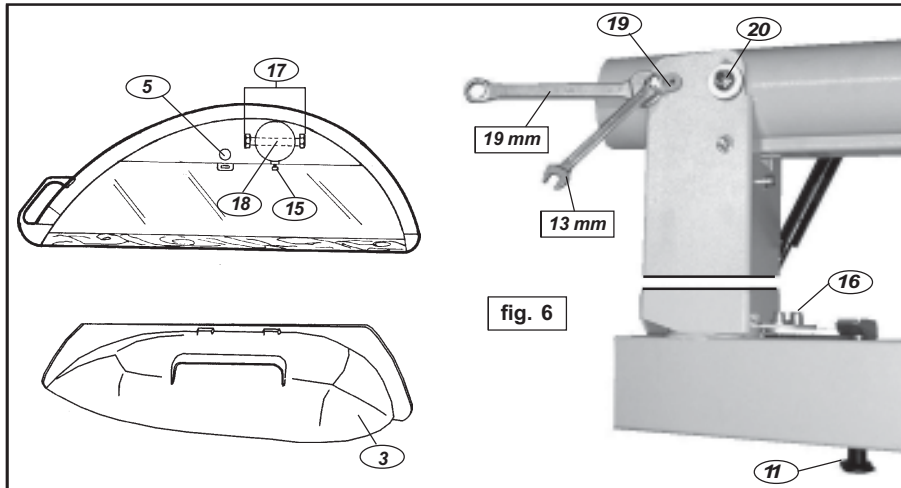

fig. 6
| 3- Costado ancho para cortes inclinados (fig.6) | 4- Agarradera para la regulación en altura |
La campana ha sido realizada con material que se puede transformar en viruta (compuesto por aluminio, nylon, policarbonato) de manera que eventuales contactos accidentales con el disco no provoquen daños. El costado izquierdo ha sido realizado con policarbonato transparente de 4 mm de espesor de modo que el disco sea visible durante la ejecución del trabajo. El costado derecho es fácilmente intercambiable con el costado ancho (3 - fig. 6), en dotación, para efectuar cortes inclinados. Para la sustitución, apretar el pulsador (5 - fig. 2) para desbloquear el costado estrecho. Introducir luego el otro costado que quedará automáticamente bloqueado en posición. Asegurarse de la estabilidad del enganche.
Para regular horizontalmente la campana aflojar el tornillo (19) de la fig. 6 (con una llave de 13 mm) y con una llave de 19 mm girar la placa (20) volviendo a bloquear el tornillo tras haber realizado la regulación.
Una vez acabadas las regulaciones sujetar todos los tornillos, los del centrador fijo también (16) fig. 6, de manera que el perno (11) esté dentro del agujero del centrador fijo mismo. Intentar luego desenganchan dicho perno empujándolo hacia abajo y haciendo girar el brazo en su columna; volviendo atrás, el perno se debe encastrar automáticamente en el agujero del centrador fijo y la protección debe volver exactamente a su posición de trabajo.